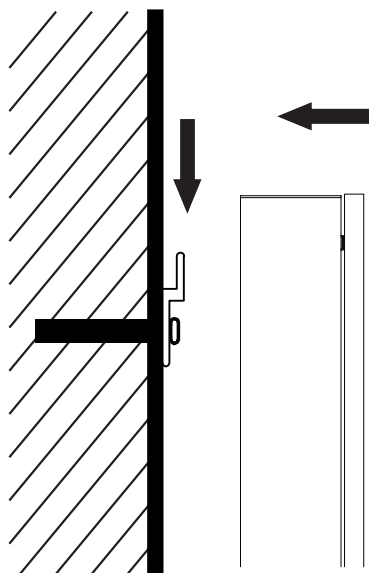

Fig. 5
2.2 Monteer de spiegelkast op de bar (Fig. 5).